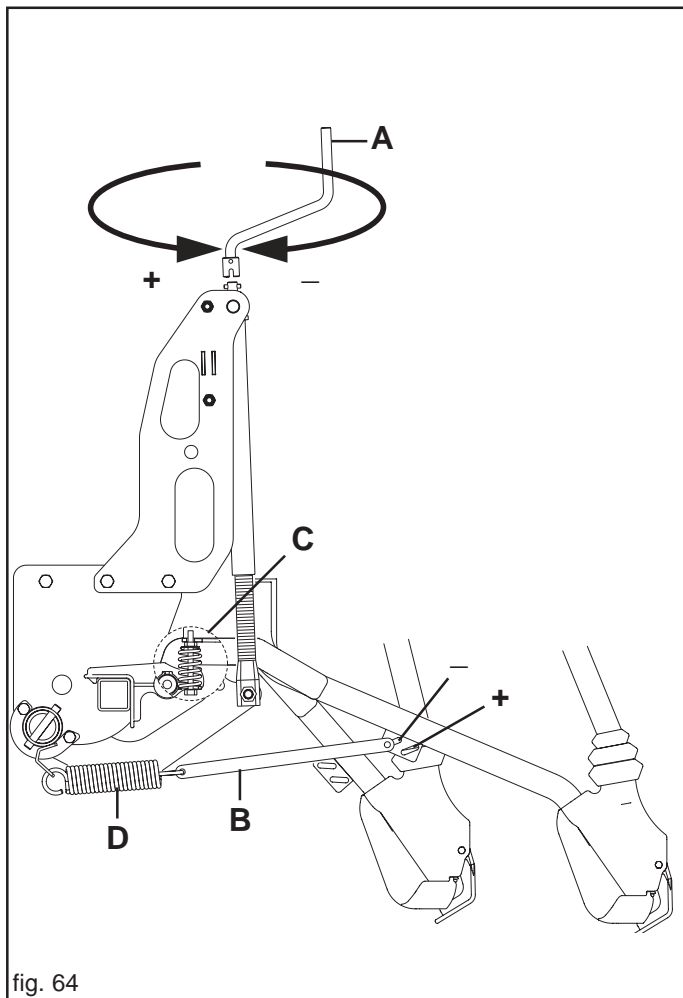

fig. 64
Die Aussaattiefe wird mit einer Kurbel gleichzeitig für alle Scharren eingestellt. Beim Drehen dieser Kurbel (A, Abb. 64) im Uhrzeigersinn üben die Scharren mittels der Zugfedern einen größeren Druck auf den Boden aus und das Saatgut fällt automatisch tiefer in den Boden.
Nur mit Stiefelscharenreißern ist als Zubehör eine Feder (C, Abb. 64) verfügbar, die das Gewicht des einzelnen komplett entlasteten Federelements (D) annulliert. Dadurch wird eine oberflächliche Saatgutsstreuung ermöglicht.